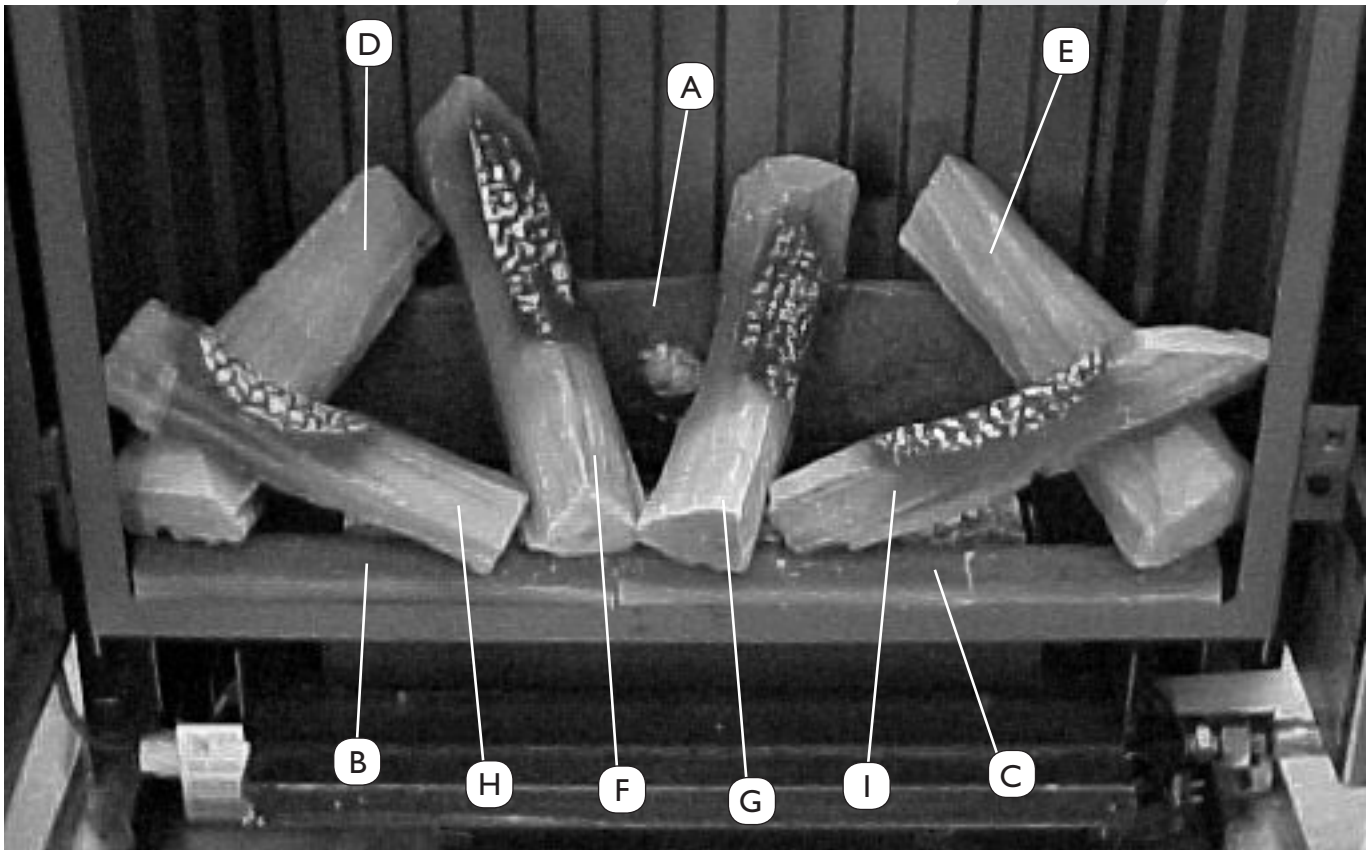

fig. 4b
- Placer la grosse bûche (A) contre la paroi arrière sur le support. Le côté jaune vers le haut et le noeud dirigé vers la gauche.
- Placez les bûches de devant (B et C) avec l'écorce vers le haut, comme indiqué sur la fig. 4b.
- Poser ensuite les autres bûches (D, E, F, G, H et I) comme indiqué ci-contre en fig. 4b.